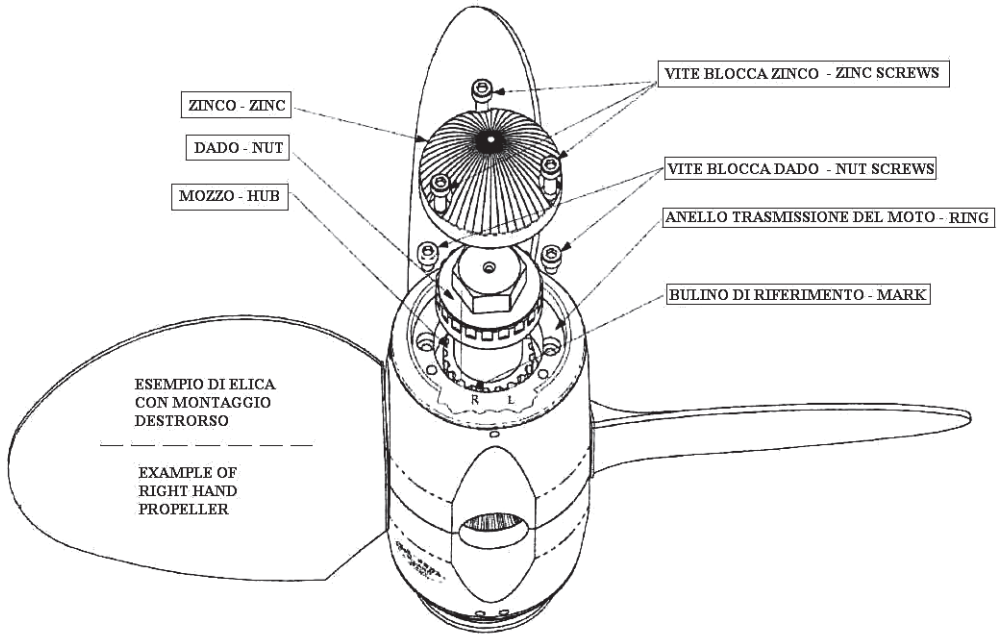

Fig. 3
La MAX PROP® FAST GENERAZIONE 2 offre la possibilità di modificare il senso di rotazione, per es. in caso di cambio del motore, o di semplice errore al momento dell'ordine. (Se aveste dei dubbi: per capire il senso di rotazione del Vostro asse motore, è necessario innestare la marcia avanti e guardare da poppa verso prua. Se l'asse gira in senso orario la rotazione è destrorsa, al contrario se gira in senso antiorario la rotazione è sinistrorsa.). Per cambiare il senso di rotazione della MAX PROP® FAST GENERAZIONE 2, da destrorsa a sinistrorsa o viceversa, procedere come segue, facendo riferimento alla fig.3:
- Se rimontate l'anello porta-zinco con il dente "R" in corrispondenza del dente del mozzo che ha stampigliato il bulino avrete un elica destrorsa, se invece inserite l'anello con il dente "L" in corrispondenza del dente del mozzo che ha stampigliato il bulino avrete un elica sinistrorsa(vedi Fig.3).
*In order to change rotation of the MAX PROP® FAST GENERATION 2, from right hand rotation to left hand rotation or viceversa, do as follows referring to fig.3*
- *If you place the zinc bearing ring in its seat again, matching the "L" tooth with the hub reference mark, you have a left hand rotating propeller, on the contrary, with the "R" tooth you have a right rotating propeller as in fig.3*